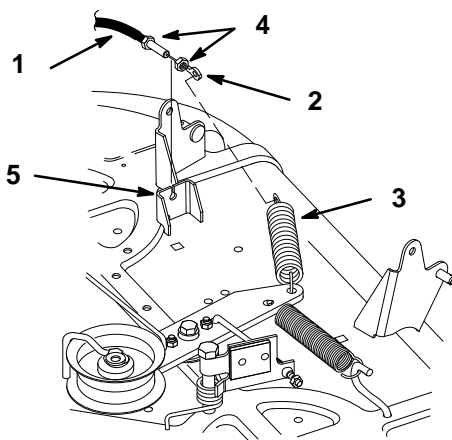

Abbildung 45
10. Die erste Gegenmutter entfernen und die zweite Gegenmutter ganz auf das Mähwerkabel schieben. Das Kabel durch den Schlitz im Deckbügel führen und die zweite Gegenmutter auf das Kabel schieben (Abb. 45).
11. Das Ende des Mähwerkabels auf die Leitradfeder haken (Abb. 45).